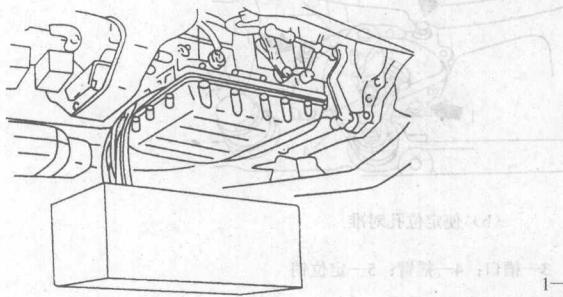

图1.6 拆下油底壳
- (1) 车辆运行使自动变速器油温为 70℃~80℃, 然后停车将发动机熄火。
- (2) 拆下自动变速器油底壳上的放油螺塞, 将液压油放净。若自动变速器油底壳上没有放油螺塞, 应将油底壳拆下再放油。拆油底壳时, 应先拆下后部油底壳螺栓, 拧松前部油底壳螺栓, 用工具撬下后部油底壳, 放出部分液压油, 最后拆下整个油底壳, 如图 1.6 所示。
- (3) 将油底壳油倒净进行清洗。
- (4) 拆下液压油散热器油管接头, 用压缩空气吹净, 装回原处。
- (5) 装上油底壳, 从加油口加入规定牌号的液压油。
- (6) 起动发动机运转, 检查液压油油面高度应在规定刻线内。
- (7) 车辆行驶使自动变速器油温正常, 再次检查油面高度, 直至符合规定为止。